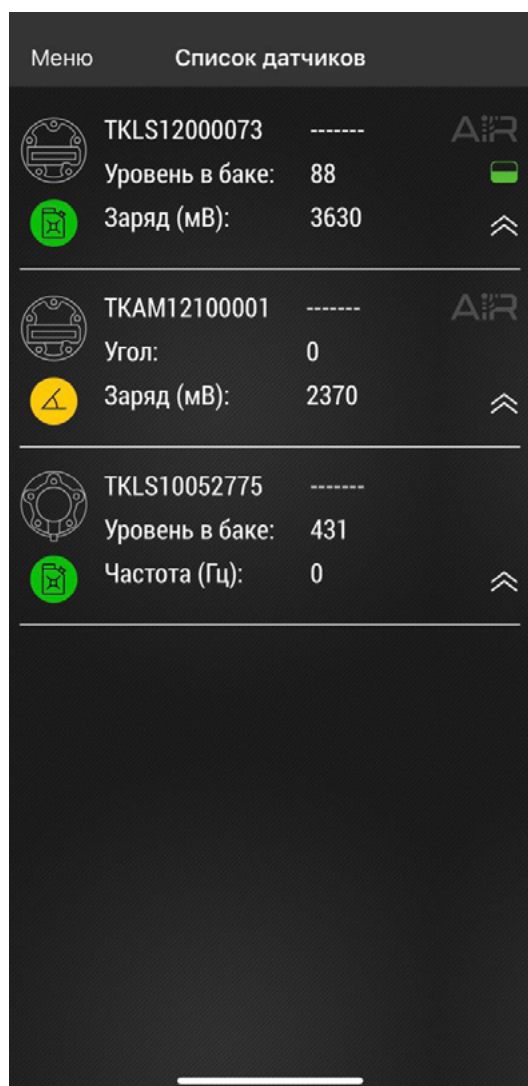

Рис.1. Найденные датчики.
- Запустите приложение USP Tool. Откроется окно поиска датчиков. Если в радиусе действия Bluetooth есть ранее активированные датчики, находящиеся в режиме «Работа» или «Конфигурация», они появятся на экране устройства (**Рис.1**).